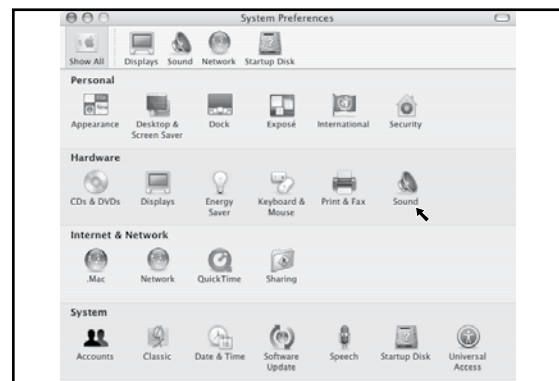

Figure 9
3. Ouvrez ensuite Préférence Son (figure 9).